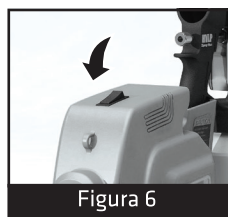

Figura 6
- Certifique-se de que o interruptor (**Figura 6**) está na posição de desligado.